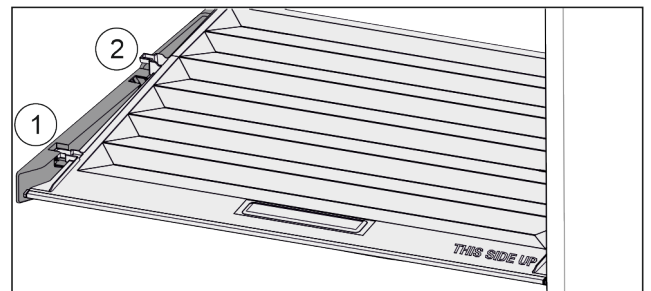

Fig. 67
- ▶ Издърпайте напред Fig. 67 (1) капака до отвора в задържащите части.
- ▶ Повдигнете го отзад отдолу и отстранете Fig. 67 (2) нагоре.